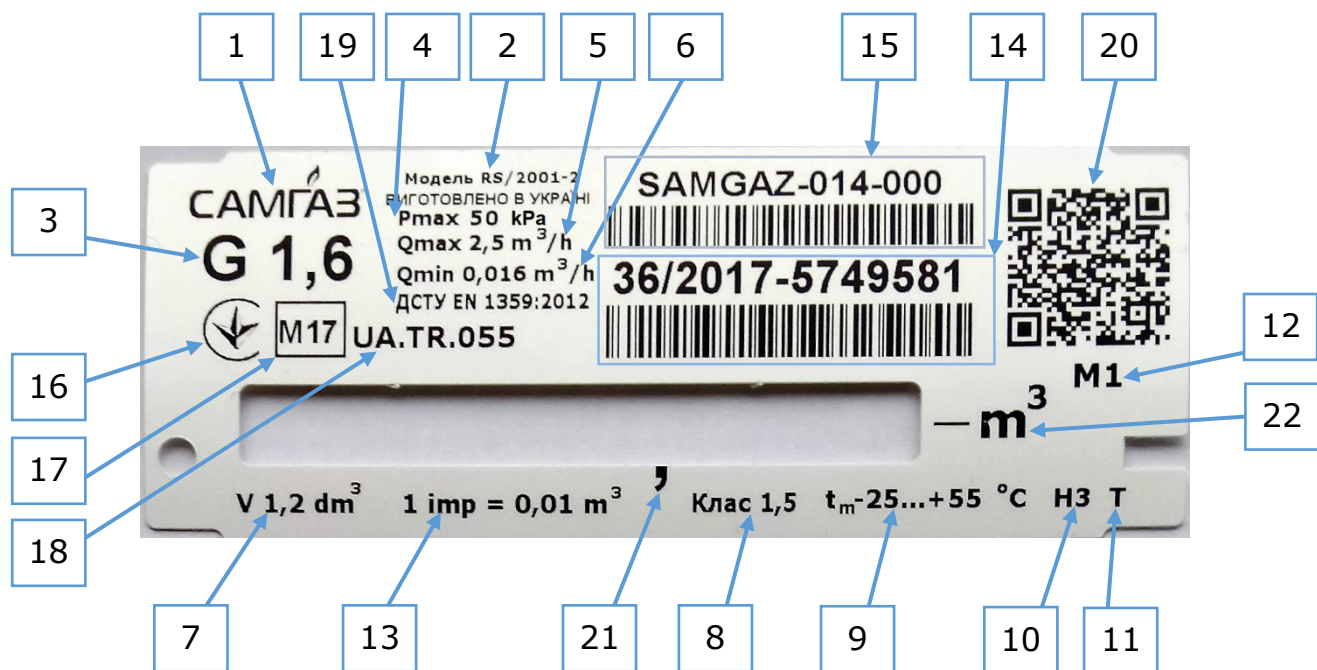
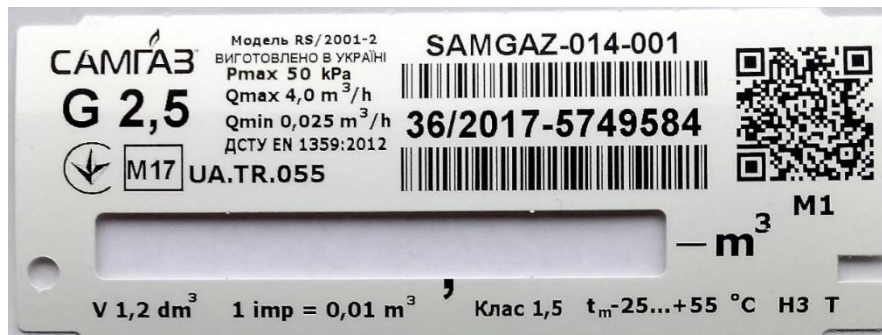

Рис. 3. Загальний вигляд маркувальної таблички (шильдика) лічильника газу типорозмір G1,6
Рис. 4. Загальний вигляд маркувальної таблички (шильдика) лічильника газу типорозмір G2,5
Лічильник можна ідентифікувати по маркувальній табличці (шильдику) рис.3 (рис.4, рис.5, рис.6), яка розташована спереду лічильника під прозорою кришкою відлікового механізму (рис.1, рис.2).
На маркувальну табличку (шильдик) лічильника (рис.3) нанесено наступну інформацію:
- двомірний штрихкод (поз.15 на рис.3) – назва виробника й виконання лічильника. Перелік виконань лічильників наведено в розділі 3 цієї настанови. Розшифрування позначення виконання лічильника:
- двомірний штрихкод (поз.14 на рис.3) – тиждень, рік виготовлення та серійний номер лічильника;
- QR-код (поз.20 на рис.3) з наступними відомостями: